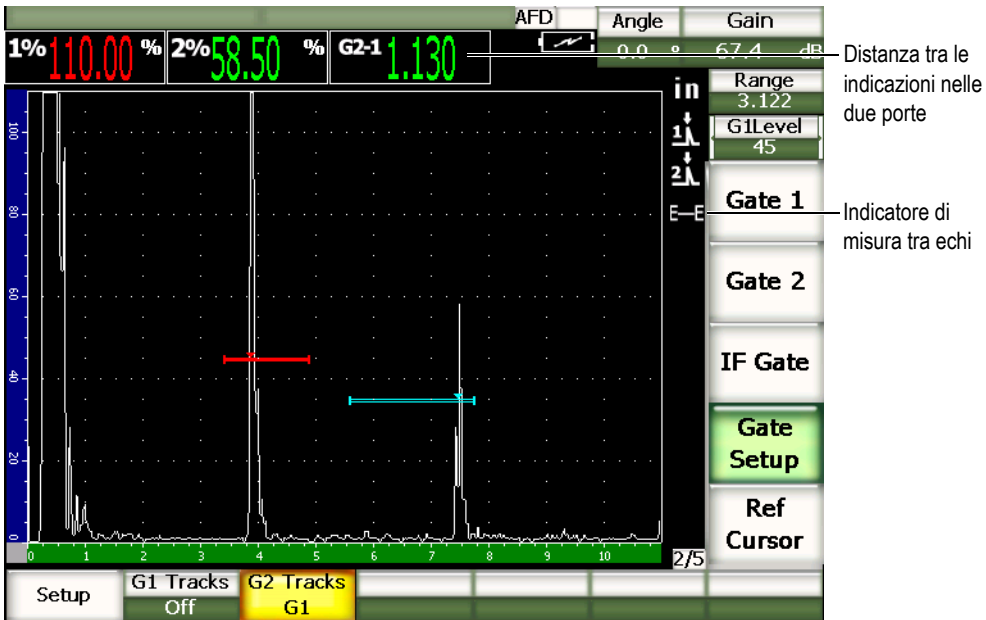

Figura 6-6 Esempio di misura tra echi
2. Come mostrato nell'esempio della Figura 6-6 alla pagina 122, posizionare la porta 1 sulla prima eco da rilevare ed in seguito posizionare la porta 2 sulla seconda eco da rilevare. La posizione **2/5 > Gate 2 > Start** (inizio) definisce la separazione tra la posizione dell'indicazione nella porta 1 e l'inizio della porta 2.